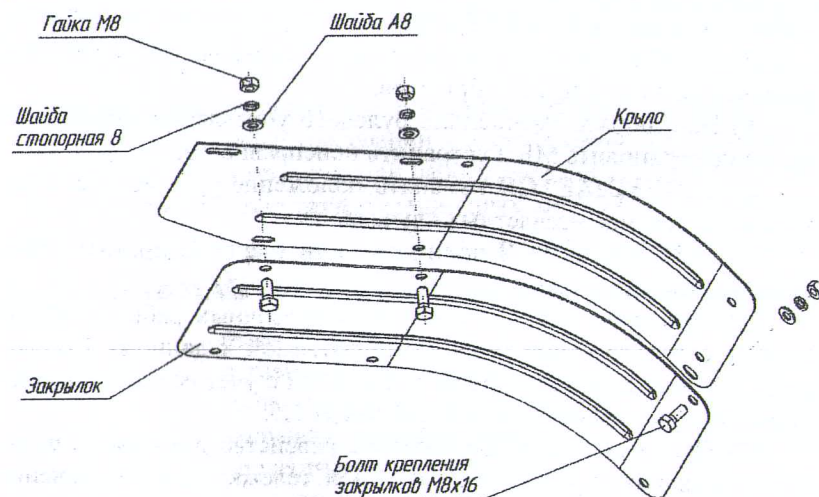

Рис.4. Схема крепления закрылков (дополнительных крыльев)
- 7) При работе с фрезами культиваторами необходимо установить закрылки (рис.4).